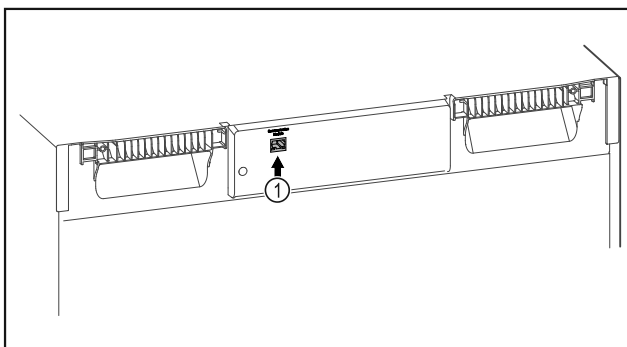

Fig. 112
- SmartModule Fig. 112 (1) er sat i.